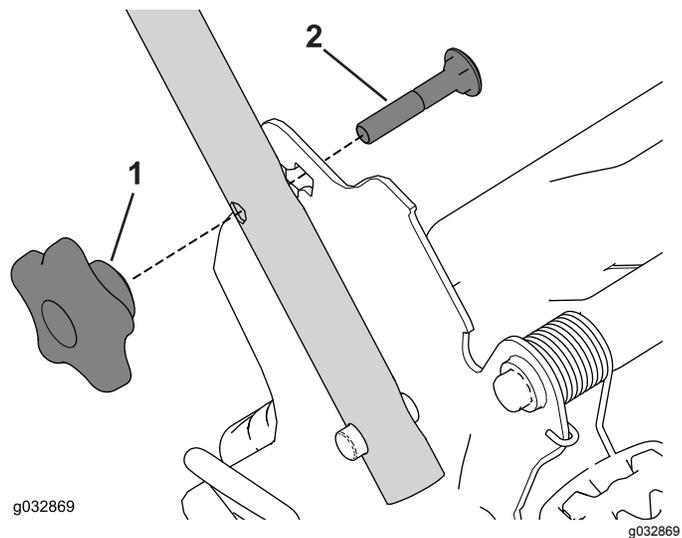

**Figure 21**
- Retirez le bouton du démarreur électrique (Figure 21).